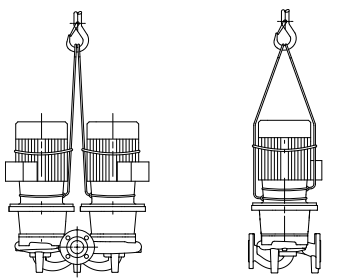

Fig.6 : Transport de la pompe
- Les œillets de transport servent ici de guidage lors de la suspension de la charge (fig. 6).